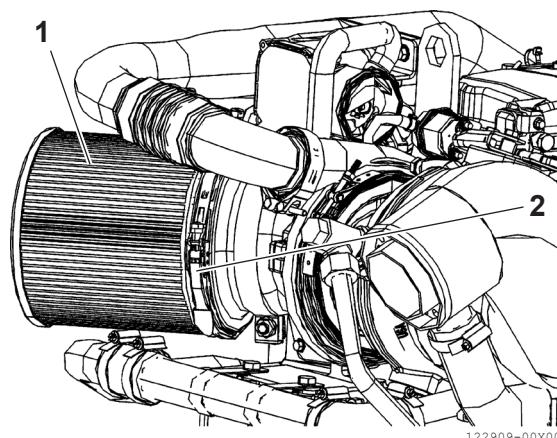

Figure 3
Ouvrez le collier (Figure 3, (2)) comme indiqué sur la figure. Retirez le corps du filtre à air (Figure 3, (1)).
Positionnez correctement le filtre (Figure 3, (1)) dans son logement et fixez-le avec le collier (Figure 3, (2)).